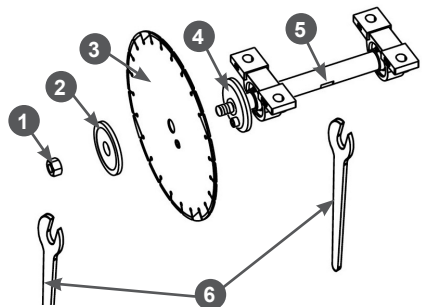

Рис. 16 Установка режущего диска
7. Совместите отверстия и установите режущий диск 3 на внутреннюю шайбу 4 и головку болта М6 (Рис. 16). Затем установите внешнюю шайбу 2 и закрутите гайку 1 (левая резьба) (Рис. 16).
8. С помощью ключей затяните гайку крепления диска до упора (левая резьба). Удерживать вал диска от проворачивания необходимо ключом за лыску 5, имеющуюся на валу (Рис. 16).